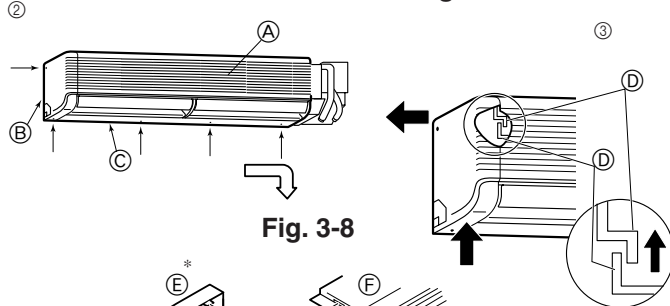

Fig. 3-8
② Şekilde oklarla işaretlenmiş olan beş adet vidayı çıkarınız. (Fig. 3-8)
③ Önce soldaki yan paneli, sonra da alt paneli çıkarınız.